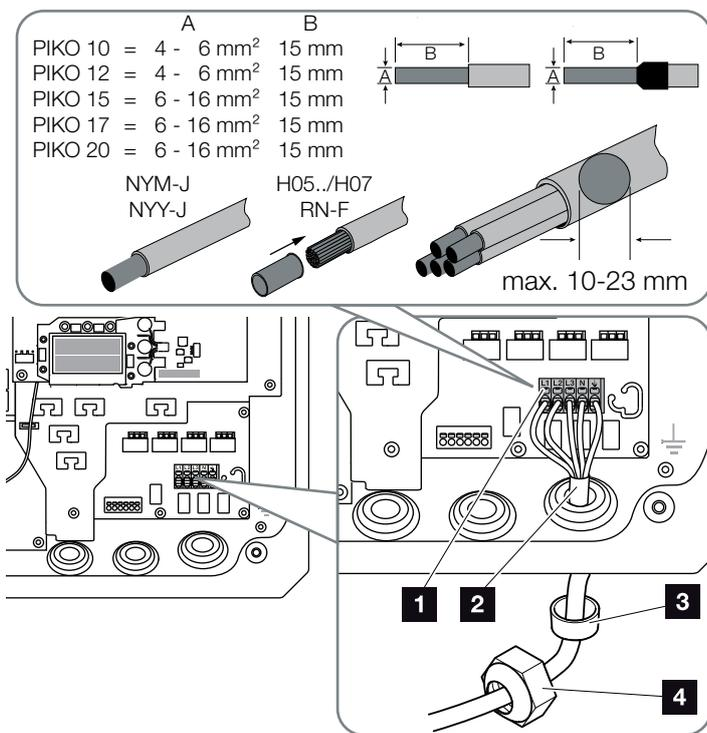

Fig. 22: Conectar el cable de potencia en el inversor
7. Conectar los conductores del cable de potencia conforme a la inscripción en el borne de conexión CA. **!** **📐** Fig. 22, pos. 1